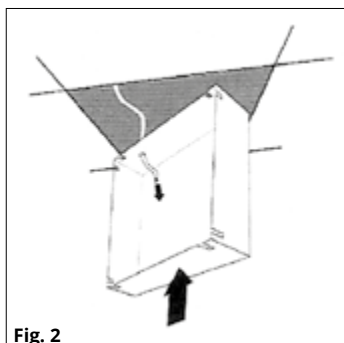

Fig. 2
- Far passare la copertura attraverso il controsoffitto in diagonale oppure piegandola (Fig. 2).